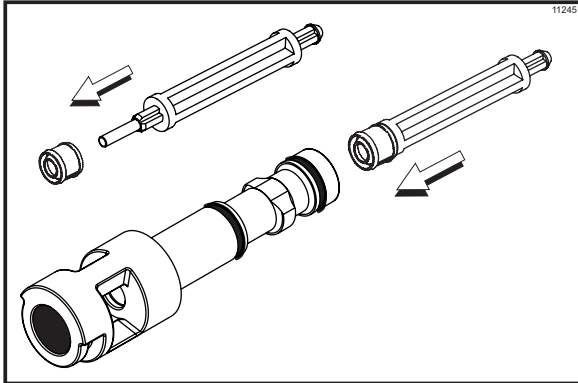

Figura 62
**Importante:** Revise que el sello del eje del rotor esté bien instalado en la ranura. Si el sello del eje del rotor está desgastado, ausente o mal instalado, habrá fugas de producto por la parte superior de la válvula de extracción. (Vea la figura 62.)